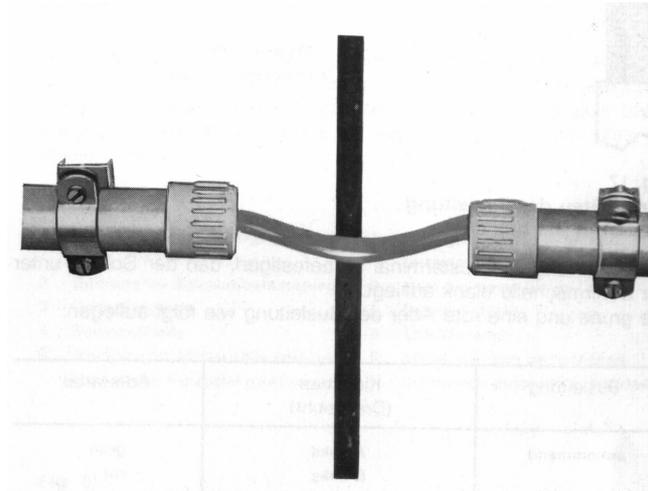

Bild 7-6 Unterbrechung des Schutzrohres an einer Dehnfuge
- bei 90° Bögen und bei Gebäudefugen (z.B. Dehnfugen) ist eine Unterbrechung des Schutzrohres erlaubt, wenn die Beschädigung der Busleitung (z.B. durch herabfallende Teile) ausgeschlossen werden kann (siehe Bild 7-6).